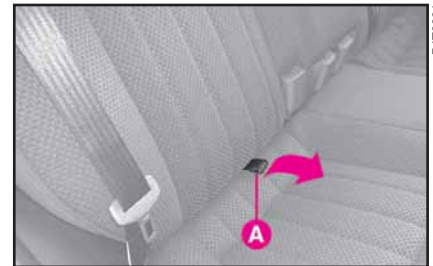

fig. 159
1) Tire hacia delante de la manilla **A** (fig. 159) situada en el centro de cada cojín e inclínelo hacia delante en el sentido de la flecha.